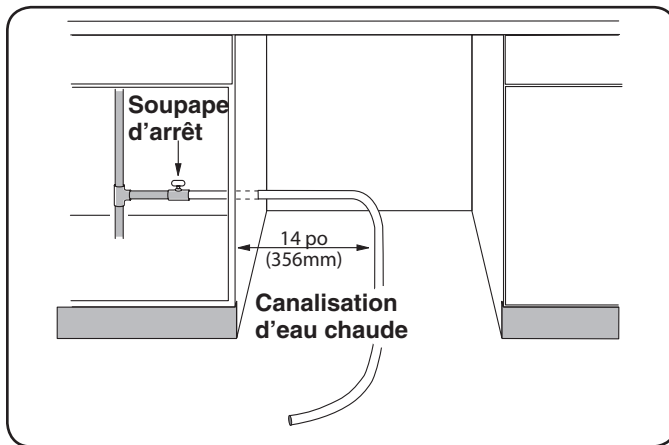

Figure 6
Installer une soupape d'arrêt accessible (non fournie) sur la canalisation en eau chaude, comme à **la figure 6**. Une soudure doit être faite avant que la canalisation en eau soit branchée sur la soupape d'entrée d'eau du lave-vaisselle. L'eau peut être fournie au lave-vaisselle par un tuyau tressé en acier inoxydable approuvé pour lave-vaisselle. Vérifier auprès des quincailleries concernant les tuyaux appropriés et les coudes 90°.
**REMARQUE :** Quel que soit l'endroit où entre la canalisation en eau chaude (voir directives page 8), positionner la canalisation à 14 po (356 mm) depuis le côté gauche de l'endroit, comme à **la figure 6**.